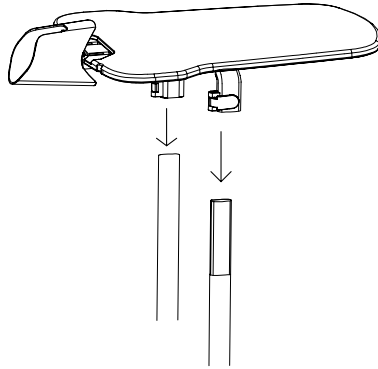

Fig.5
- Instale la placa de planchado en el cabezal giratorio; (Fig 5)